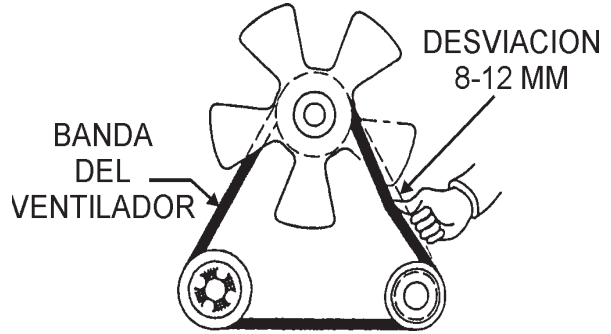

Figura 18. Desviación de la banda-V
3. Revise la tensión de la banda-V (Figura 18) presionando a la mitad de las dos poleas. La banda-V debe desviarse de entre 8 a 12 mm. (de .300 a .472 pulg.).